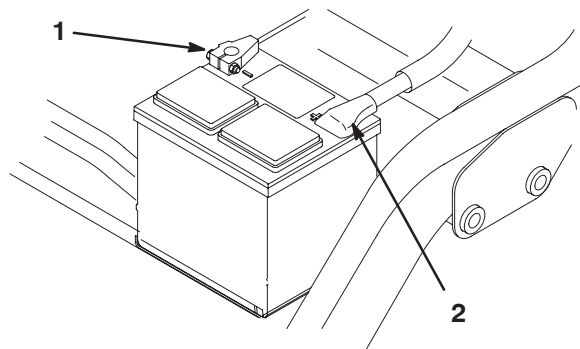

Figure 6
7. Commencez par raccorder le câble positif (rouge) de la batterie à la borne positive (+) et le câble négatif à la borne négative (–), et serrez les colliers à l’aide des vis et écrous (Fig. 6). Placez le capuchon protecteur sur la borne positive pour éviter les courts-circuits.